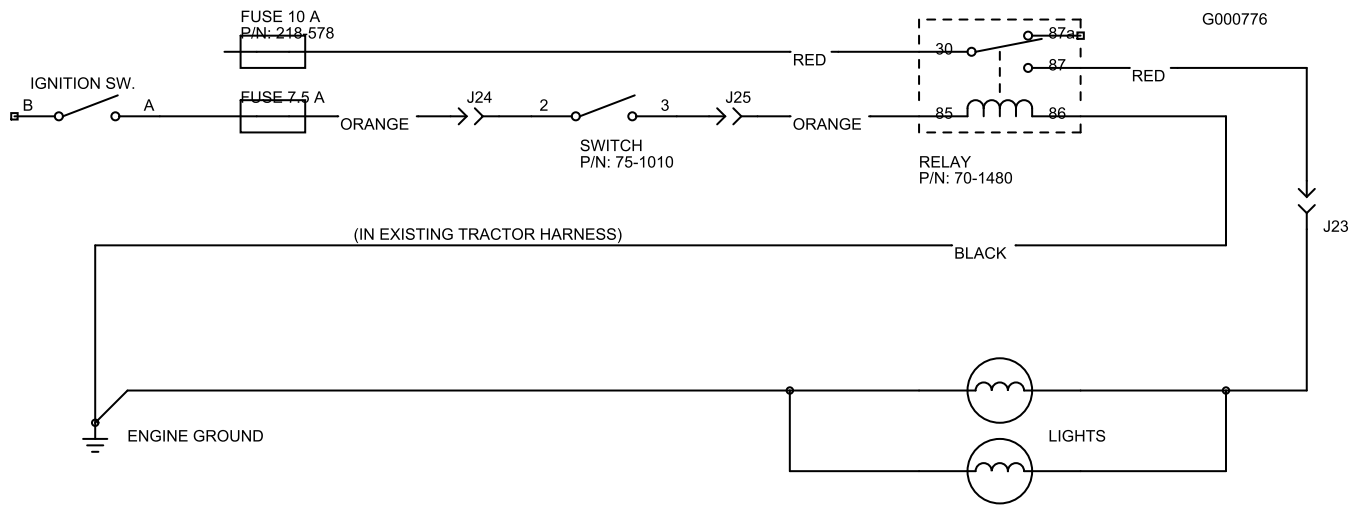

図 62
**重要** トラクションユニットにオプションのヘッドライトを取り付ける場合には、電気系統全体の整合性を確保するため、配線図 (図 62) と下記のパーツ番号による部品を使用してください。